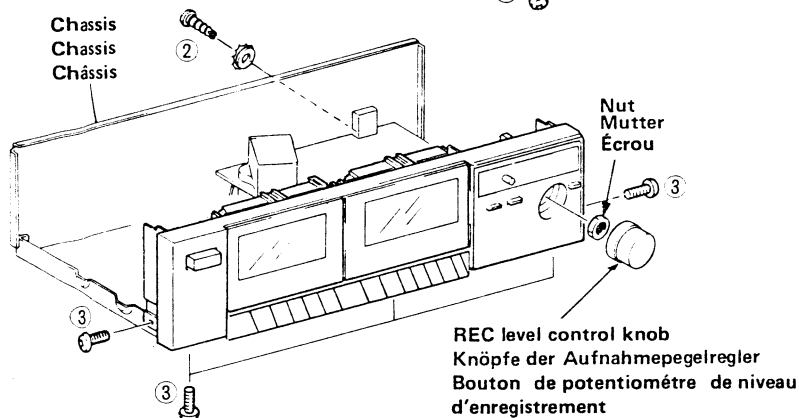
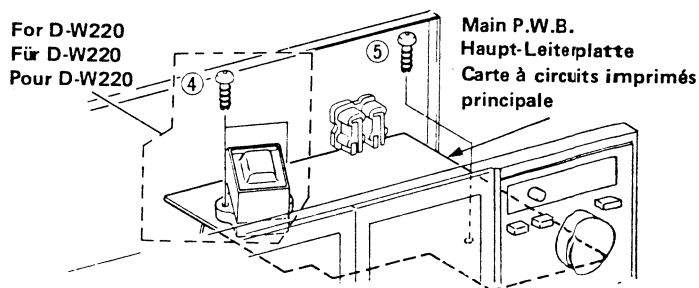
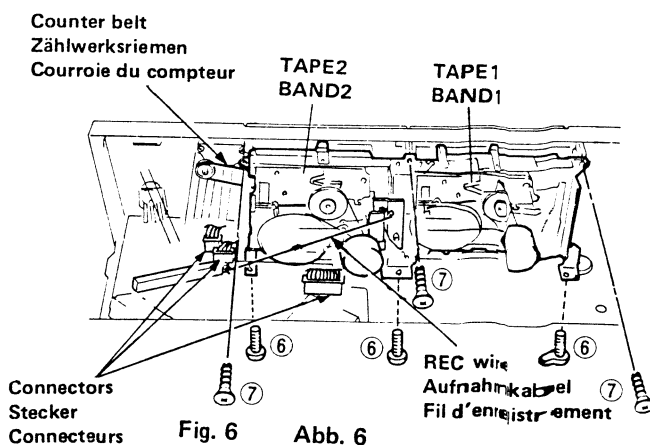

Fig. 2 Abb. 2
Fig. 4 Abb. 4
Fig. 6 Abb. 6
### 2. Chassis (Fig. 2, 4, 6)
Remove one screw ②, five screws ③ (Fig. 2), two screws ④ (Fig. 4), and three screws ⑤ (Fig. 6).
### 4. Main P.W.B. (Fig. 2, 4, 6)
Remove REC level control knob, nut (Fig. 2), one screw ⑥ (Fig. 4), REC wire and three connectors (Fig. 6).
#### (2) Cassette chassis (Fig. 6)
### 2. Chassis (Abb. 2, 4, 6)
Eine Schraube ②, fünf Schrauben ③ (Abb. 2), zwei Schrauben ④ (Abb. 4), und drei Schrauben ⑤ entfernen (Abb. 6).
### 4. Haupt-Leiterplatte (Abb. 2, 4, 6)
Die Knöpfe der Aufnahmepegelregler, die Mutter (Abb. 2), eine Schrauben ⑥ (Abb. 4), das Aufnahmekabel und drei Stecker (Abb. 6).
#### (2) Cassetten-Chassis (Abb. 6)
### 2. Châssis (Fig. 2, 4, 6)
Retirer la vis de fixation ②, les cinq vis de fixation ③ (Fig. 2), et deux vis de fixation ④ (Fig. 4), et trois vis de fixation ⑤ (Fig. 6).
### 4. Carte à circuits imprimés principale (Fig. 2, 4, 6)
Retire le bouton de potentiomètre de niveau d'enregistrement, l'écrou (Fig. 2), une vis de fixation ⑥ (Fig. 4), le fil d'enregistrement et les trois connecteurs (Fig. 6).
#### (2) Châssis de cassette (Fig. 6)